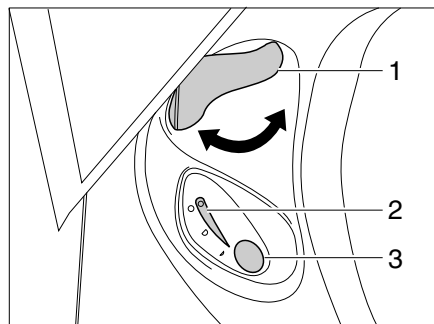

Bild 144 Bedieneinheit Thetford-Toilette
- Vor dem Spülen den Schieber der Thetford-Toilette öffnen. Dazu den Schieberhebel (Bild 144,1) entgegen dem Uhrzeigersinn drehen.
- Zum Spülen den blauen Spülknopf (Bild 144,3) drücken.
- Nach dem Spülen den Schieber schließen. Dazu den Schieberhebel (Bild 144,1) im Uhrzeigersinn drehen.
Die Kontroll-Leuchte (Bild 144,2) leuchtet, wenn die Thetford-Kassette entleert werden muss.
- Den Schieberhebel (Bild 144,1) im Uhrzeigersinn drehen. Der Schieber wird geschlossen. Zum Entleeren **muss** in der Thetford-Toilette der Schieber geschlossen sein.